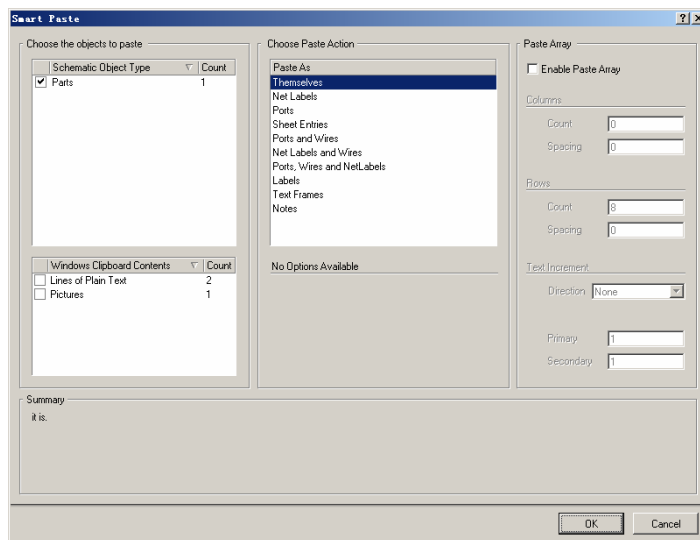

图 3.6 “Smart Paste”对话框
(2) 在 Altium Designer 中选择“Edit”->“Smart Paste”命令，或按快捷键“Shift+Ctrl+V”打开如图 3.6 所示的“Smart Paste”对话框。